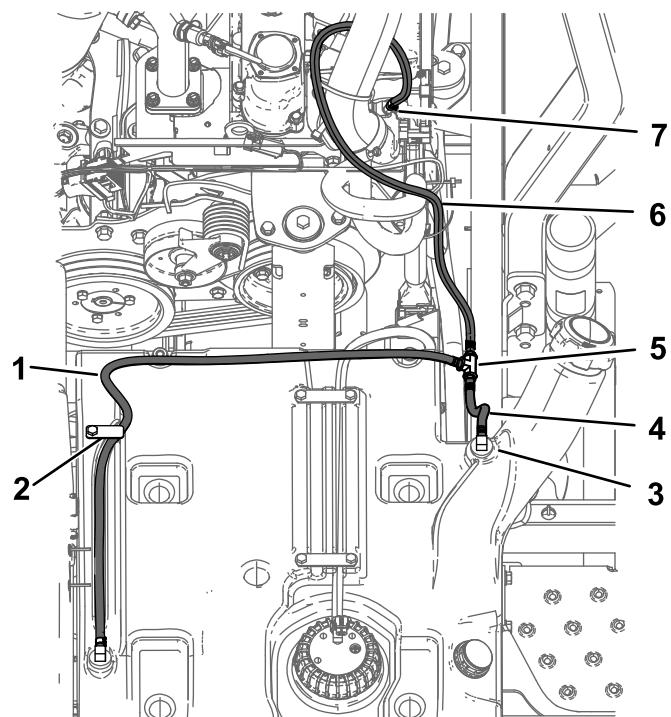

Figure 4
1. Boulon (3/8 x 3 po) (2)
2. Rondelle (2)
4. Déposez la barrette de fixation du flexible d'évent et conservez le boulon (Figure 4).
5. Débranchez le flexible de carburant gauche du raccord situé près du goulot de remplissage et du raccord en T (Figure 4).
6. Débranchez le flexible de carburant arrière de l'orifice du collecteur du moteur et du raccord en T (Figure 4).
7. Débranchez le flexible de carburant droit du raccord avant sur le côté droit du réservoir de carburant et du raccord en T (Figure 4).